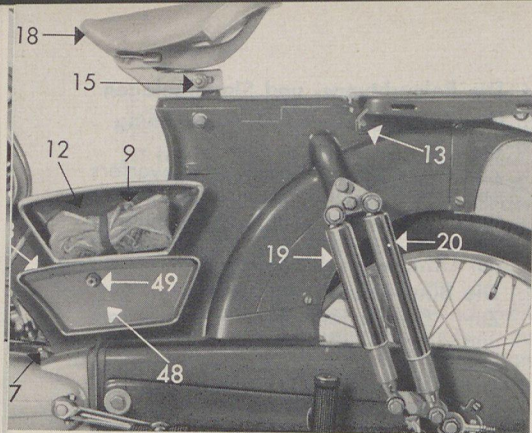
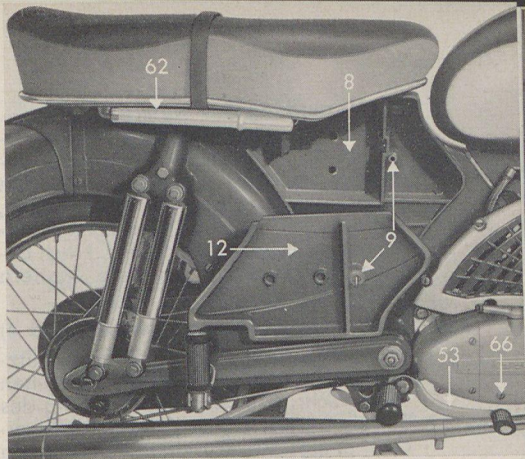

Bild 4
Bild 5
Das Werkzeug ist in der Mitte des Fahrzeugarahmens untergebracht, und zwar: bei allen Fahrzeugen mit Durchstiegrahmen (Bild 4) auf der linken, bei allen Fahrzeugen ohne Durchstiegrahmen (Sportfahrzeuge, Bild 5) auf der rechten Fahrzeugseite.
Der Werkzeugbehälterdeckel 12 ist bei allen Fahrzeugen mit Durchstiegrahmen mit 1 Verschlussschraube 9 (Bild 4) und bei allen Fahrzeugen ohne
Durchstiegrahmen mit 2 Verschlußschrauben 9 (Bild 5) befestigt. Nach Herausdrehen derselben kann der Deckel abgenommen werden. In die Verschlußschraube (Bild 5) ist ein Sicherungsschloß eingebaut, das durch Einführen des Schlüssels entsperrt wird (gilt nur für Sportfahrzeuge).
1. Der Sattel (Bild 4)
Die Verstellung des Sattels (Bild 4)
Einstellung der Sattelfederung (Bild 4)
Im rechten Gehäusedeckel des Motors ist eine rot gekennzeichnete Schraube 66 (Bild 5) vorhanden, die zur Kontrolle des Ölstandes dient.
Wenn man das Fahrzeug auf den Ständer stellt und diese Schraube herausdreht, muß das Öl aus der Schraubenöffnung gerade noch ausfließen, andernfalls ist Getriebeöl (SAE 80) nachzufüllen. Die Öleinfüllschraube 67 befindet sich auf der Oberseite der linken Gehäuserhälfte (rot gekennzeichnet, siehe Bild 4).
Zum Aufpumpen der Reifen kann man entweder eine Luftpumpe 62 (Bild 5) oder auch Preßluft von der Tankstelle verwenden.
Ist das Fahrzeug mit einer Sitzbank ausgerüstet, so befindet sich die Luftpumpe 62 an der Innenseite derselben (Bild 5); andernfalls ist sie an der linken Seite des Gepäckträgers (Bild 4) befestigt.
Bei allen Fahrzeugen **mit** Durchstiegrahmen muß der Werkzeugbehälterdeckel 12 nach Herausdrehen der Verschlussschraube 9 abgenommen, das Werkzeug entfernt, die Schraube 49 gelöst und der Verschlusßboden 48 (Bild 4), der die Rückwand des Werkzeugraumes bildet, herausgenommen werden.